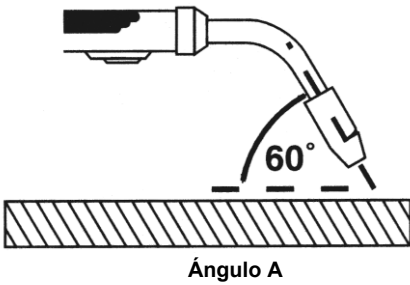

Figura 10. Posición de la pistola, Ángulo A
1. Ángulo A (Figura 10) puede variarse, pero en la mayoría de los casos el ángulo óptimo es 60 grados; o sea cuando el mango de la pistola esté paralela a la pieza de trabajo. Si el ángulo A aumenta, la penetración aumenta. Si el ángulo A disminuye, la penetración también disminuye.